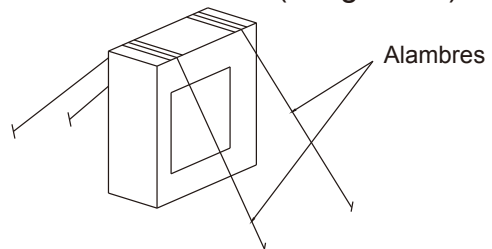

Fig.8.4
- Fije la unidad con sogas para evitar que se de vuelta si el viento fuerte (tormenta, etc.) sopla contra la unidad. (Imagen 8.4)